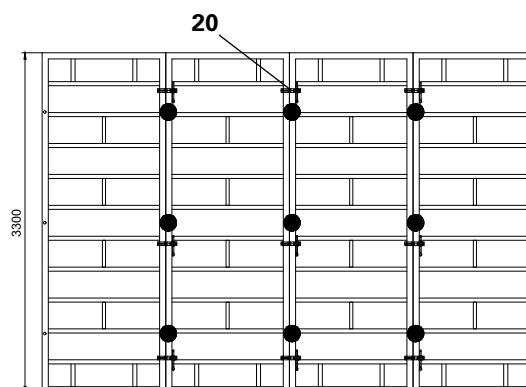
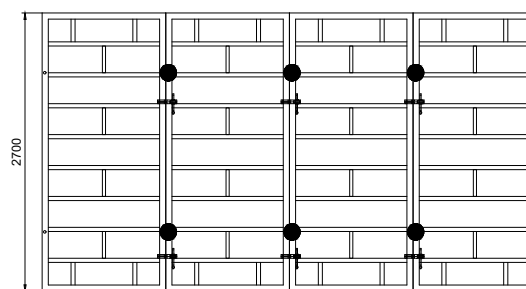

Рис. 75
Рис. 76
Соединение элементов с помощью 3 шт. клиновых либо выпрямляющих замков типа BFD (20) на высоту $h=3,3$ и 3,0 м (Рис. 75) и с помощью 2 шт. клиновых либо выпрямляющих замков типа BFD (20) на высоту $h=2,7$ м (Рис. 76).